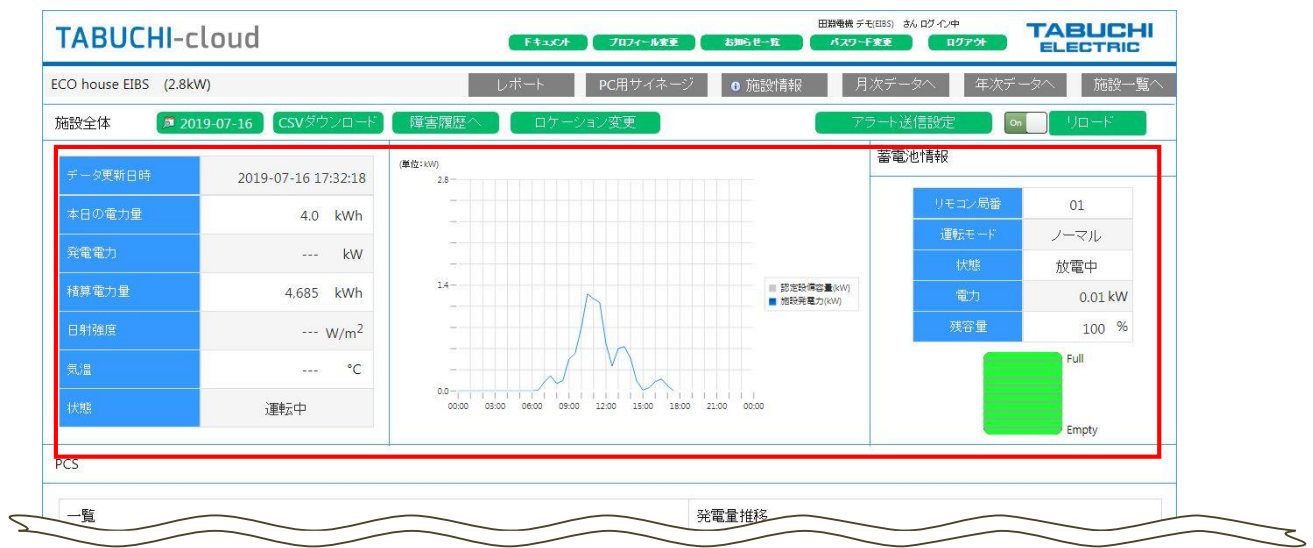

図1: Tabuchi cloudメイン画面
- ① 「TABUCHI Cloud」にログインしていただき、メイン画面内に電力量等の運転情報が表示されていること………図1